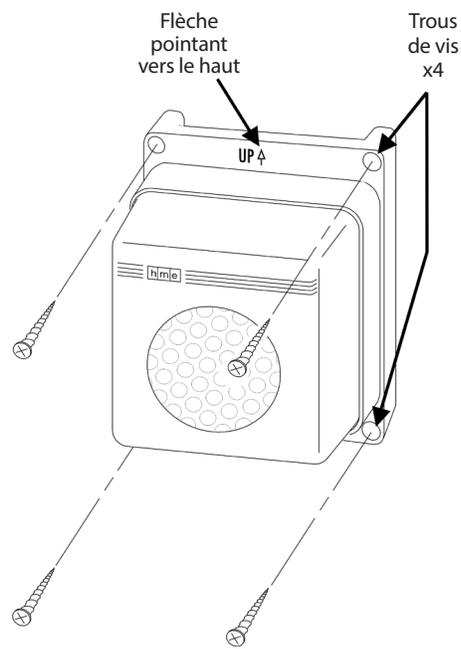

Figure 4. Montage de l'unité de détection DU3
- Tenez l'unité de détection de manière à ce que la flèche située sur sa face supérieure soit orientée vers le haut (figure 4) et que les trous de vis situés aux quatre coins de l'unité soient placés au-dessus des vis d'ancrage sur le mur. Repoussez tout câble détendu à travers le trou central dans le bâtiment.
- Vissez les quatre vis fournies à travers les trous de vis de l'unité de détection (Figure 4) et dans les ancrages de vis, afin de fixer solidement l'unité au mur extérieur.